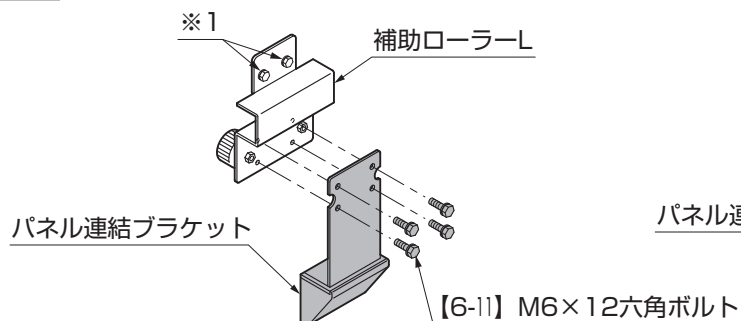
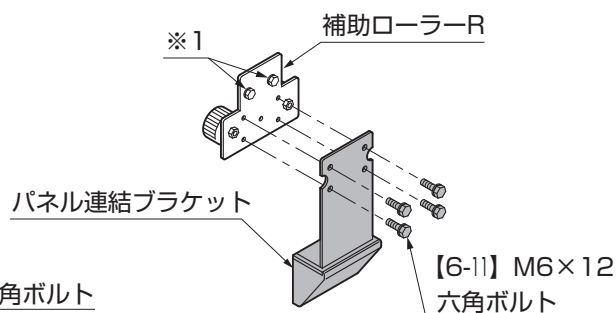

図15-1
図15-2
①補助ローラーL、Rにパネル連結ブラケットを【6-11】で仮固定してください。(図15-1、図15-2参照)
②仮固定しているパネル連結ブラケットをしっかりと固定してください。(図15-1、図15-2参照)